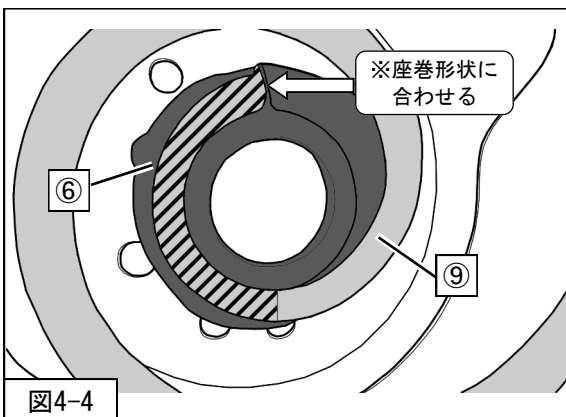

図4-4
⑥スプリングロアシートの座巻形状に合わせて取付けてください。（図4-4）